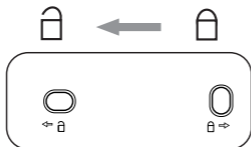

Fig. 1
- ◆ Retire el soporte mural **10** de la parte posterior del emisor; para ello, desplácelo hacia el símbolo del candado abierto  (consulte la fig. 1).